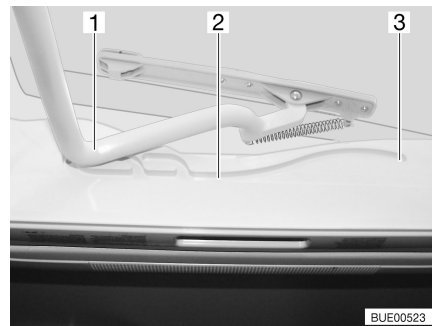

Bild 21 Uppfällbar taklucka, spår
- Dra in bygeln (Bild 21,1) i spåren (Bild 21,2) till den bakersta positionen (Bild 21,3).
- Tryck bygeln (Bild 21,1) lätt uppåt med båda händerna.
- Drag bygeln till önskad position i spåret (Bild 21,2).